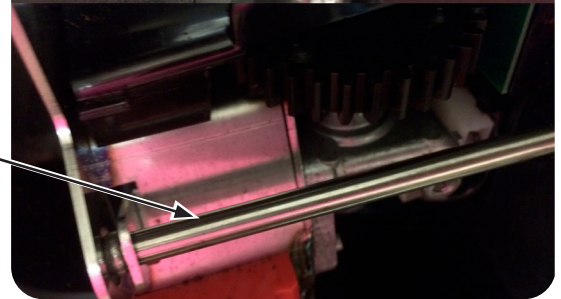

Figure 2
4. Placez la cannelure à l'avant et en bas de la tête de groupe par dessus la barre de fixation du drive espresso comme indiqué sur la Figure 2.